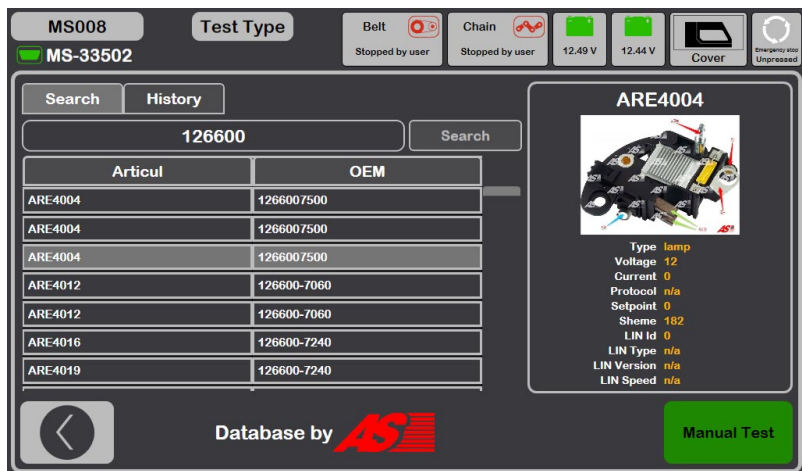

Рисунок 26. Экран поиска регулятора по базе данных
4. Перед активацией режима диагностики появиться откроется окно предварительной проверки генератора см. рис. 26.
4.1. Кнопками управления приводом генератора (см. поз. 1 рис. 26) установите скорость вращения шкива генератора в пределах от 100 до 150 об/мин.
По оригинальному номеру регулятора проведите поиск информации об обозначении терминалов регулятора в базе стенда (рис. 26). Затем подключите провода диагностического кабеля и разъёмов стенда к регулятору согласно приведенной схеме.